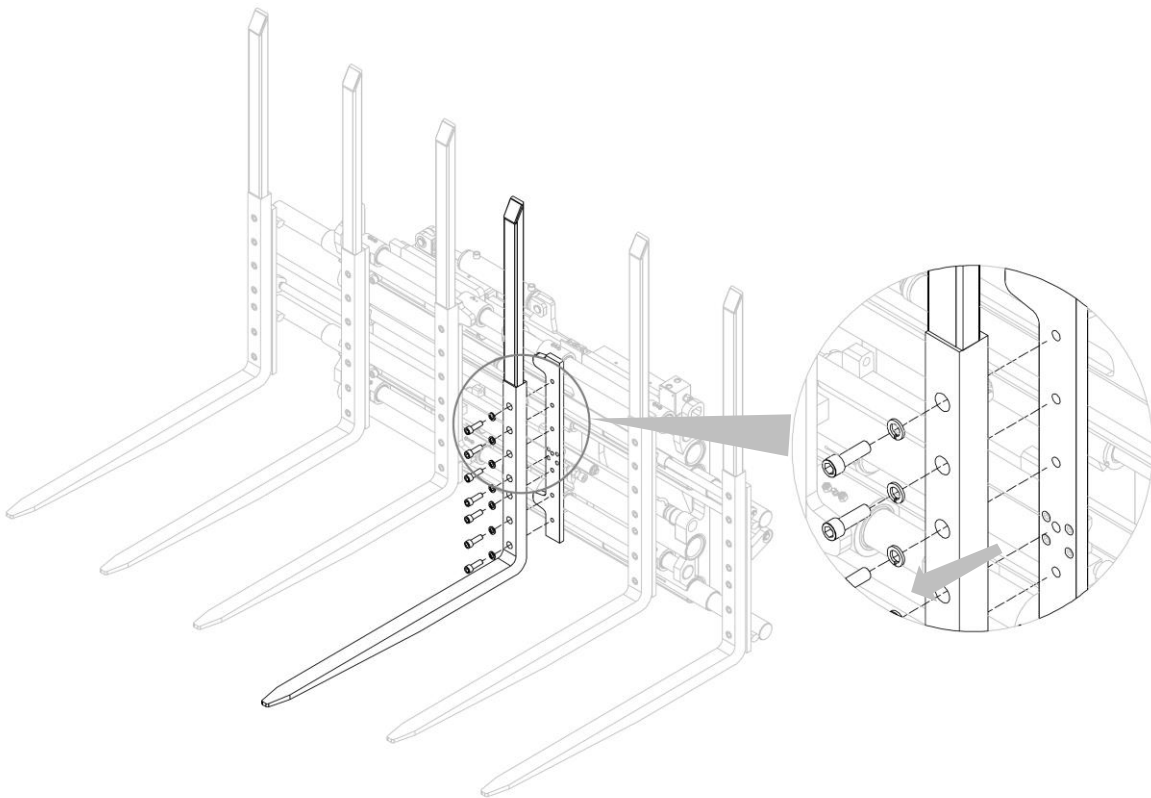

Figura 19
3. Rimuovere la forca interessata, dopo aver tolto le relative viti (vedi *Figura 19*).